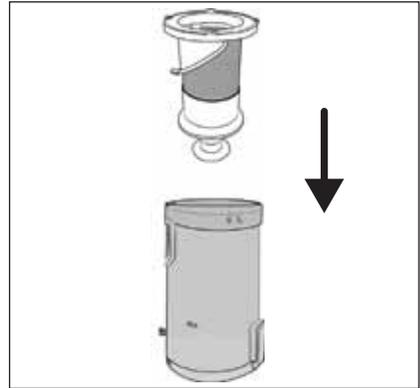

Fig. 21
- 6) Insérez le filtre en acier inoxydable ⑥ dans le bac à poussière ⑦ et poussez-le jusqu'en bas (voir fig. 21). Notez que le filtre en acier inoxydable ⑥ est doté de dispositifs d'arrêt de différentes tailles. Le filtre en acier inoxydable ⑥ ne s'insère dans le bac à poussière ⑦ que dans une seule position du fait de ces dispositifs d'arrêt.